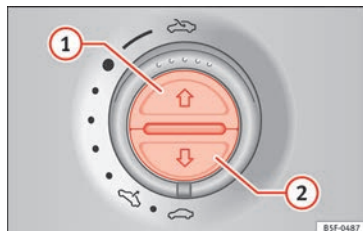

Fig. 137 Nel rivestimento interno del tetto: tasti della tendina parasole.
Aprire completamente (funzione automatica)	Premere brevemente il tasto »» fig. 137 ①.
- L'interruttore deve trovarsi sulla posizione di "chiuso" »»  pag. 14 ①.
- *Tettuccio panoramico scorrevole:* Nei 5 secondi successivi all'attivazione del limitatore di forza, mantenere tirato indietro il comando »»  pag. 14 (freccia ⑤) finché il tettuccio scorrevole panoramico non è completamente chiuso.
- *Tendina parasole:* Per i 5 secondi seguenti dopo l'attivazione del limitatore di forza, premere il tasto »» fig. 137 ② finché la tendina non sarà completamente chiusa.